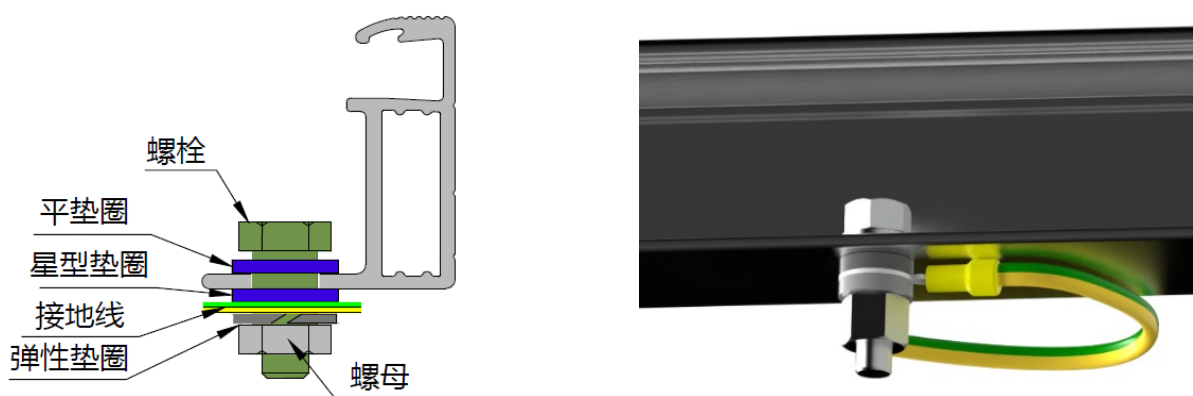

图12 螺栓接地图
- i) 晶科推荐的两种接地方式：螺栓接地和接地夹接地，螺栓接地见图12。接地安装时应拧紧螺栓，并且不应损坏组件边框或接地线。